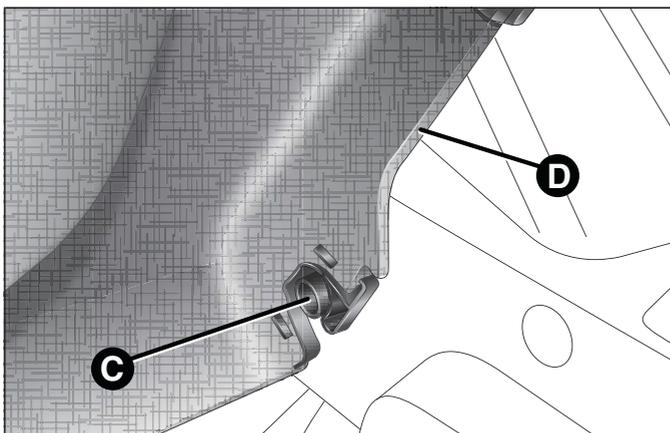

fig. 56
- dégager les axes C fig. 56 situés à l'extérieur de la tablette, puis déposer la plage arrière D en la tirant vers l'extérieur ;